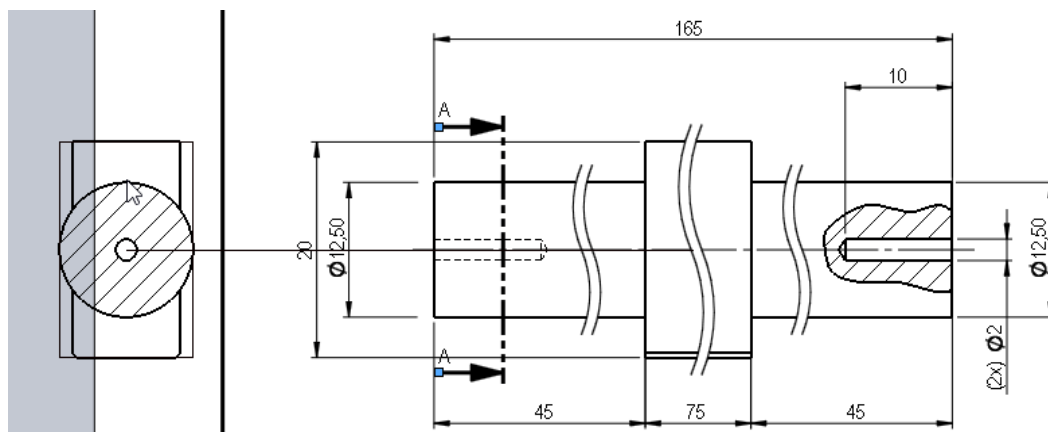

Figura 4.12 - Posicionado inicialmente a vista de corte.
3.8. Desenhe a linha de corte ao lado esquerdo da peça onde mostra a figura 4.12. Depois, posicione de forma inicial a vista em corte à esquerda da peça e dê um clique para fixá-la (Fig. 4.12). Não se preocupe se a vista ficou fora da folha. Iremos posicioná-la.